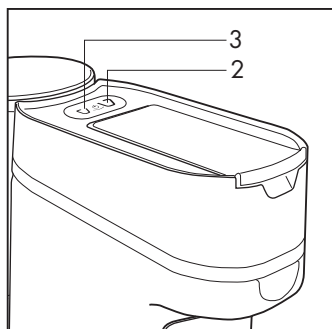

Fig. 4
- Encienda la máquina pulsando uno de los símbolos(2)y(3) o al mismo tiempo los 2 símbolos (2)y(3) **(Fig.4)**
Para utilizar nuevamente la máquina, pulse un símbolo de dispensación (2-3) y espere que se caliente: los símbolos de dispensación (2-3) parpadearán hasta alcanzar la temperatura; cuando los símbolos(2-3) se iluminan de modo fijo, la máquina está lista para el uso. **(Fig.4)**.
La máquina se puede apagar pulsando y manteniendo pulsado al mismo tiempo por 5 segundos los símbolos (2-3) **(Fig.4)**
- Controle que no haya cápsulas en el interior de la máquina y que haya agua en el depósito (8); encienda la máquina pulsando uno de los símbolos(2-3) o al mismo tiempo los 2 símbolos (2-3) para el Modelo 2 Dosis. Para el Modelo 1 Dosis pulse el símbolo (3)**(Fig.4)**